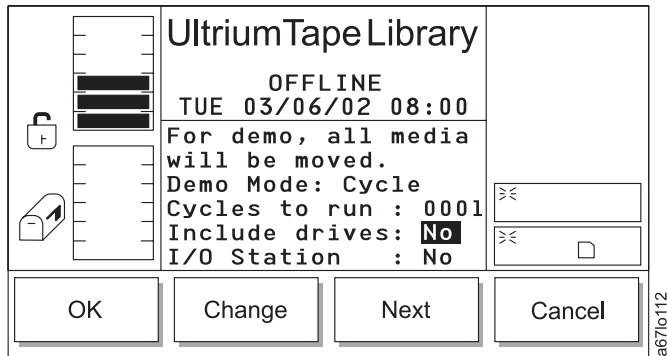

Abbildung 182. Dialog zur Aufnahme von Laufwerken
- Wird **Next** ausgewählt, wird das nächste Feld in der Liste zum aktiven Feld (siehe Abb. 182 auf Seite 196).
Tabelle 131. Übersetzung von Abb. 182, Dialog zur Aufnahme von Laufwerken